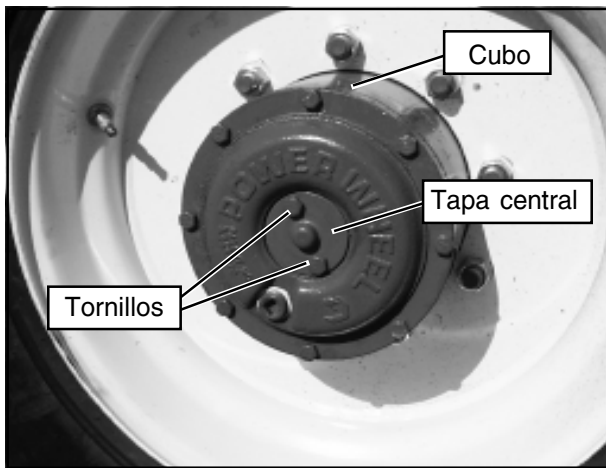

Figura 7: Cubo (posición de operación mostrada)
2. Vea la figura 7 para desajustar los cuatro cubos. Quite dos (2) tornillos y la tapa central. Vuelva a instalar la tapa central en dirección opuesta.